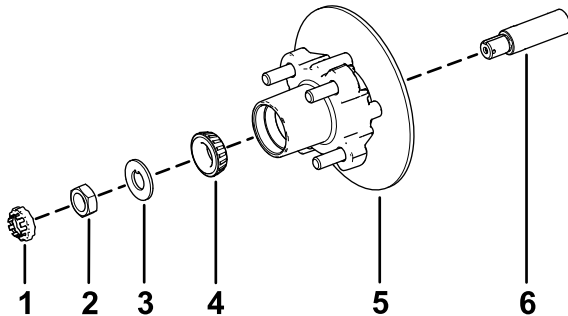

Figure 34
1. Appliquez une fine couche de la graisse spécifiée sur la fusée (Figure 34).
2. Montez le moyeu et le rotor sur la fusée en plaçant le rotor à l'intérieur (Figure 34).
3. Montez le roulement extérieur sur la fusée et poussez le roulement contre la bague (Figure 34).
4. Montez la rondelle-frein à languette sur la fusée (Figure 34).
5. Vissez l'écrou de fusée sur la fusée et serrez l'écrou à 15 N·m tout en tournant le moyeu pour bien asseoir le roulement (Figure 34).
2. Alignez les plaquettes de frein de chaque côté du rotor (Figure 30) et alignez également les trous dans le support d'étrier et ceux de la fixation du frein sur le porte-fusée (Figure 34).